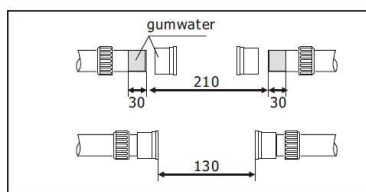

Fig.4
4. Slangkopplingen/Rörförbindelsen (fig.4). Rengör alla ytor som skall limmas och lim montera grundligt rör/slang i på värmarens monteringsventil. Var uppmärksam på installationsavståndet mellan pump och värmare.